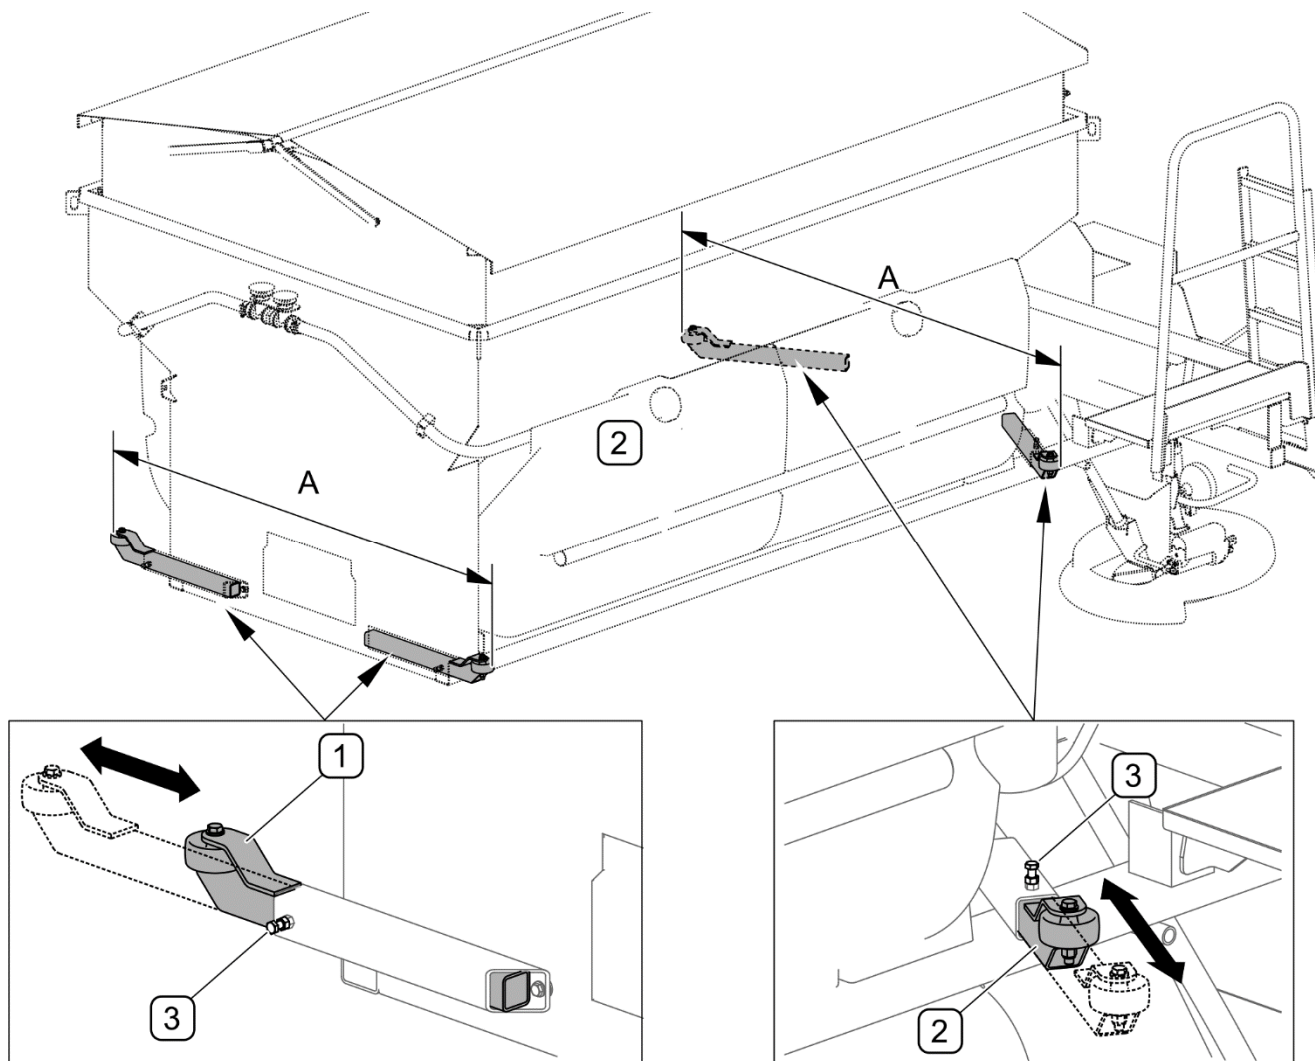

РИСУНОК 4.2 Направляющие
Для облегчения регулировки положения служат регулируемые направляющие (1) и (2) со штифтами (РИСУНОК 4.2) и ограничители, прикрепленные снизу к балке рамы в задней части машины. Передние (1) и задние (2) направляющие необходимо установить так, чтобы размер (А) был несколько меньше внутренней ширины грузовой платформы транспортного средства (РИСУНОК 4.2)
Направляющие (РИСУНОК 4.2) используются в транспортных средствах, имеющих прочные боковые борты грузовой платформы.
Применение направляющих (РИСУНОК 4.2) зависит от способа крепления машины на платформе (см. 4.3.2 КРЕПЛЕНИЕ МАШИНЫ НА ПЛАТФОРМЕ ТРАНСПОРТНОГО СРЕДСТВА)